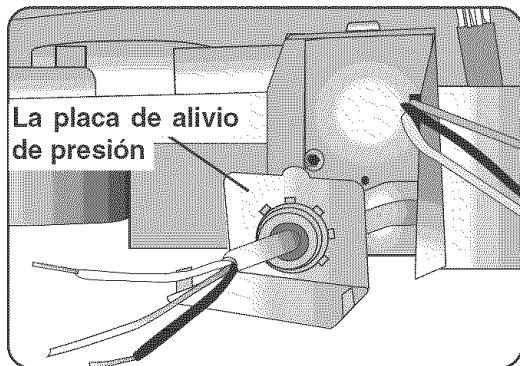

Ilustración 27
- 2) Corra el cable de alimentación eléctrica a través del alivio de presión, como muestra la Ilustración 27. Permita que de 3 a 4 pulgadas (de 7.5 cm a 10 cm) de cable aislado se pasen de la placa de alivio de presión.